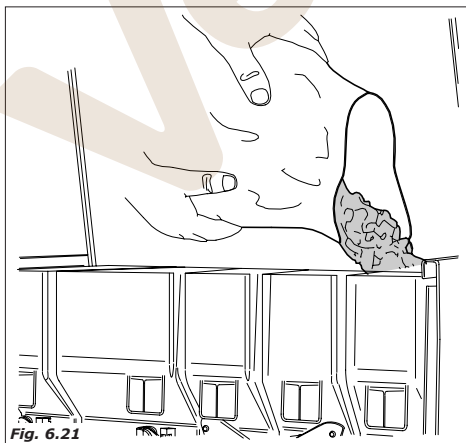
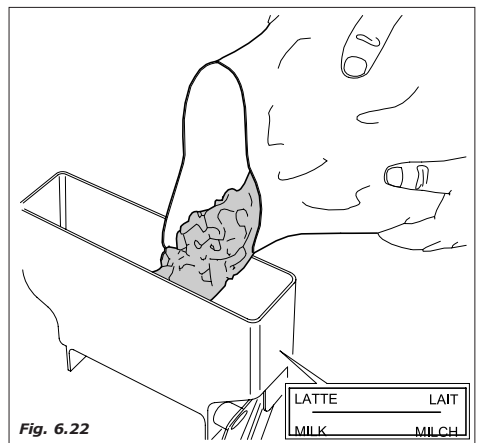

Fig. 6.21
Fig. 6.22
- Quitar la tapa de todos los contenedores y colocar el producto adecuado según muestra el rótulo (Fig.6.21 - Fig.6.22)